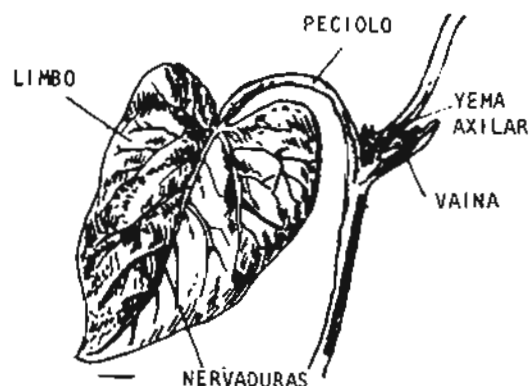

Fig. 13
Este órgano de elaboración de la planta se compone de limbo, peciolo, vaina y nervaduras (fig. 13).
- *simples*; poseen un solo limbo con o sin peciolo, (figs.13 y 14).
- el *entero* (figs. 13 y 14) y